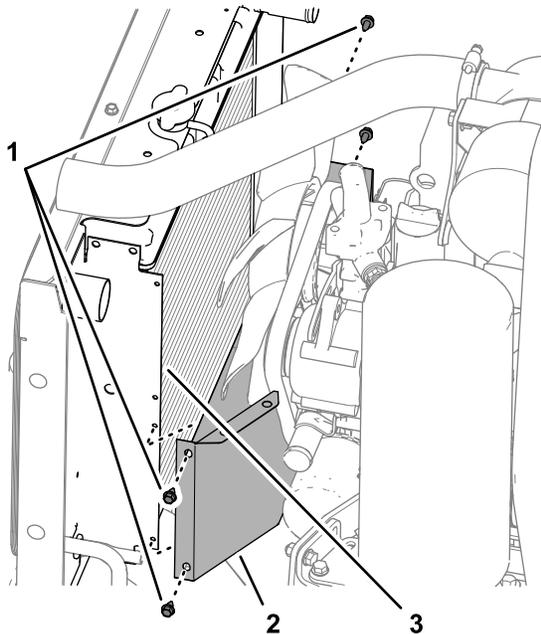

図 19
2. 下側ファンシュラウドをラジエターのフランジに固定しているフランジヘッドねじ $\frac{1}{4}$ x $\frac{1}{2}$ " 4本を取り外して、シュラウドを外す 図 19。